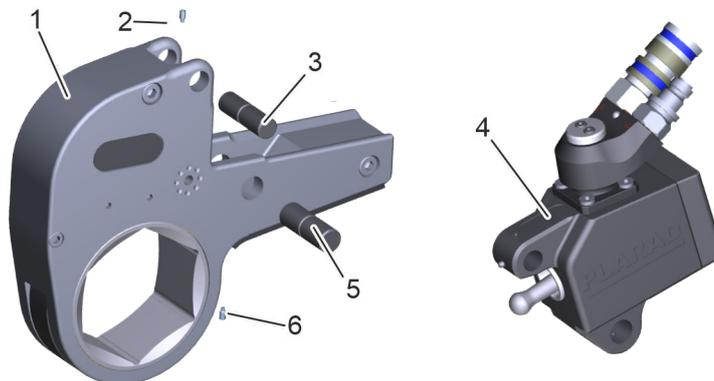

Рис. 21: Соединение HSX и SX
- 4 Приводной узел (SX)
2. ➔ Снять приводной узел. Для этого отпустить установочные винты (Рис. 21/2 и 6). Вытолкнуть стопорный болт (Рис. 21/5) с помощью подходящего инструмента (Рис. 20).
3. ➔ Повернуть приводной узел (Рис. 21/4) через стопорный болт (Рис. 21/3) вверх.
4. ➔ Вытолкнуть стопорный болт (Рис. 21/3) с помощью подходящего инструмента (Рис. 20).
5. ➔ Снять приводной узел (Рис. 21/4).